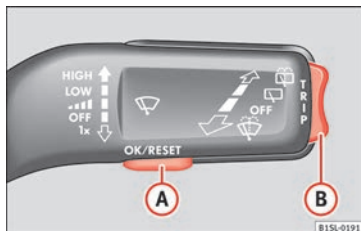

Fig. 33 Leva dell'impianto tergicristalli tasti di controllo.
- Se viene visualizzato un messaggio o il pit-togramma del veicolo, premere il tasto **OK/RESET** » **fig. 33 A**.
- Premere la parte superiore o inferiore del tasto doppio » **fig. 33 B** fino a quando non appare il punto dell'indicazione.